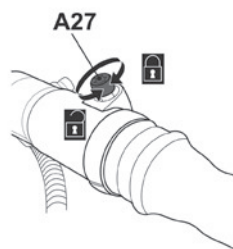

Fig. 5
- > Insira e aperte o parafuso de retenção (A27), utilizando a chave Torx de 5 mm (E9) para fixar a ligação (Fig. 5). Certifique-se de que o tubo flexível (A28) está bem fixo, puxando-o ligeiramente.